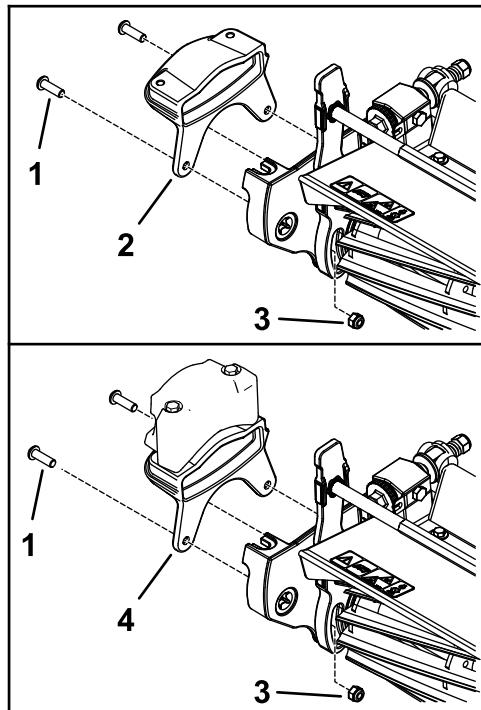

図 9
- 新しいウェイトをカッティングユニットの側面に固定するボルト $5/16"$ 2 本と、ナット $5/16"$ 2 個を使用して図 9 のように取り付ける。